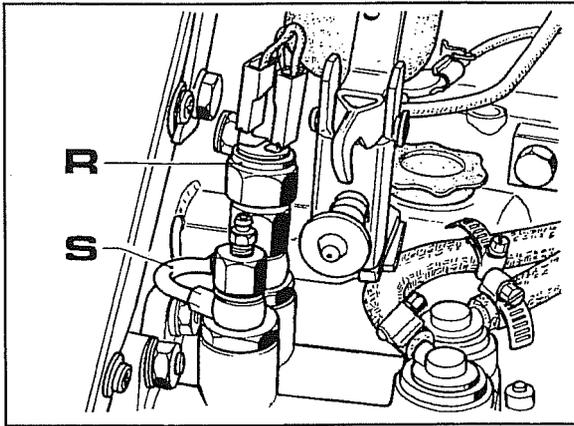

Fig. 4
- 1 Quitar el bulbo **R** luces parada y el tubo By pass **S** (fig.4).
- a. Quitar el bulbo **R** luces paradas y el by pass **S** (fig.4) luego desconectar los tubos de impulsión y aspiración..